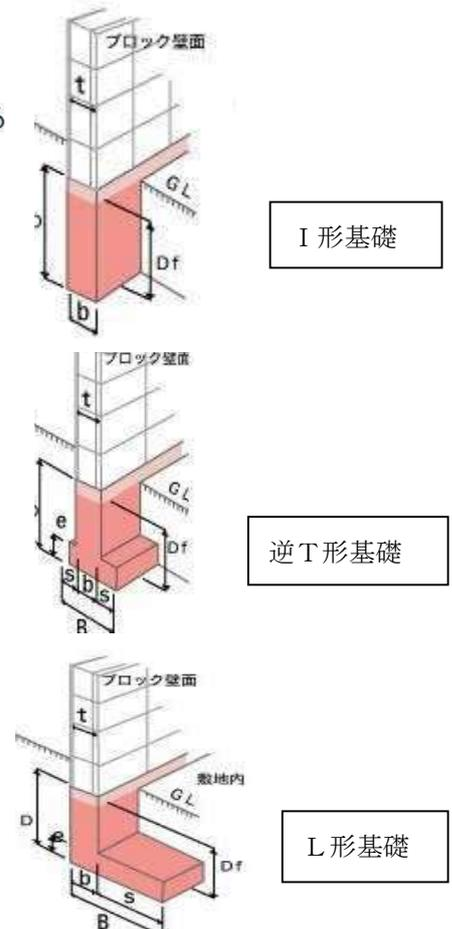

図2 基礎の形状図
また、基礎はブロック塀の高さや埋め込まれる土の固さによって、Iの字の形、Lの字の形、Tの字を逆にした形（P4、図2参照）とします。
- ① 高さは、2.2m以下とすること
- ② 壁の厚さは、15 cm（高さ2.0 m以下の塀では12 cm）以上とすること
- ③ 壁頂及び基礎には水平方向に、壁の端部及び隅角部（曲がり角）には垂直方向に、それぞれD10（直径1cm）以上の鉄筋を入れること
- ④ 壁内には、D10以上の鉄筋を垂直方向に40～80cm、水平方向に80 cm以下の間隔で入れること
- ⑤ 高さ1.2 m（条件により1.6m）を超える塀では、長さ3.4m以内ごとにD10以上の鉄筋を入れた控壁（壁面から高さ1/5以上の長さ）をつくること
- ⑥ 鉄筋の末端部は、かぎ状に折り曲げて、縦筋は壁頂及び基礎の横筋に、横筋は縦筋にそれぞれかぎ掛けすること
- ⑦ 基礎のせい（高さ）は40 cm以上とし、根入れの深さは35cm以上とすること（寒冷地では凍結深度に注意する）。図2でのBは、地面の硬さにより変わる以上のように、いろいろな部分でそれぞれの数値などが定められています。